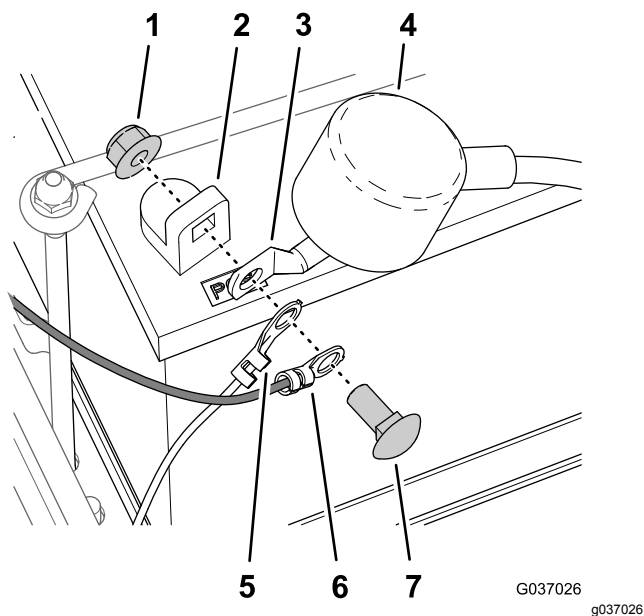

Figure 13
1. Alignez la cosse en anneau du faisceau de la machine, la cosse en anneau du faisceau du kit et la borne du câble positif de la batterie sur la borne positive de la batterie (Figure 13).
2. Fixez les cosses en anneau et la borne du câble de batterie à la borne sur la batterie (Figure 13) avec le boulon et l'écrou que vous avez retirés sous 2 Débranchement de la batterie (page 2).
3. Placez le capuchon isolant sur la borne positive de la batterie (Figure 13).